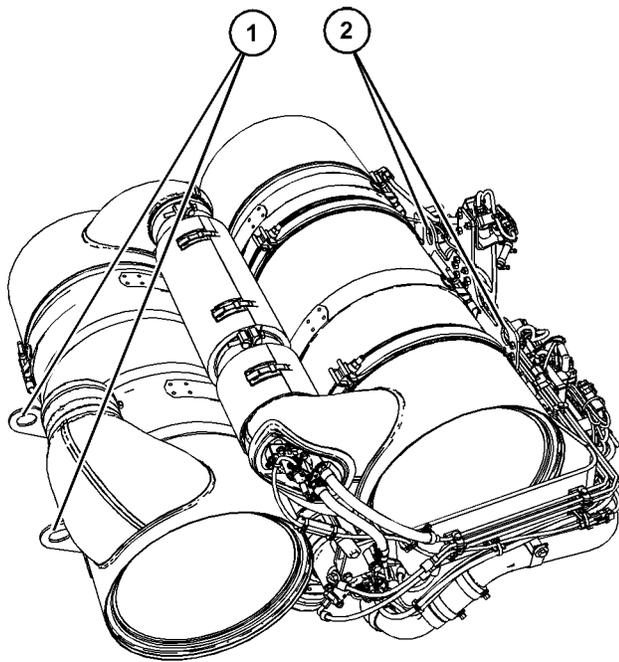

图 27
- (1) CEM 吊耳
- (2) CEM 吊耳
确保提升 CEM 时使用 4 个吊耳。仅使用吊耳 (1) 和吊耳 (2) 提升 CEM 时，参考图 27。